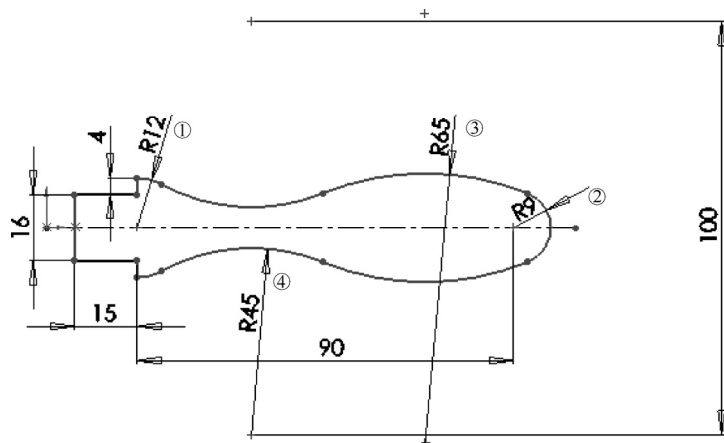

图 2-116 手柄草图 (①②③④为尺寸标注顺序，详见 2.7 节的解答)
使用本章所学的知识，尝试绘制如图 2-116 所示的手柄草图。本练习，主要可熟悉基本绘图工具中的中心线、直线、圆和圆弧等工具的使用，以及草图工具中的镜像、剪裁工具的使用，并通过添加几何关系及添加尺寸标注，得到最终的理想图形。
STEP 11 单击“智能尺寸”按钮, 按照图 2-116 所示的值添加尺寸标注, 注意先添加线性尺寸, 然后按照图中①②③④的顺序标注圆弧尺寸, 即可得到最终的理想草绘图形。